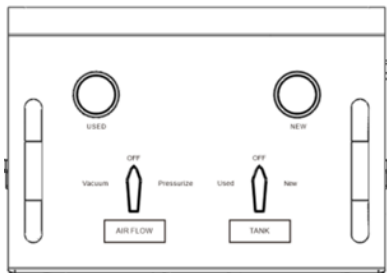
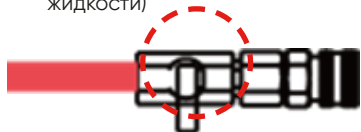

Fig 1.
Fig 2.
1. Исходное положение (рис. 1, рис. 2, все клапаны закрыты)
4. Поверните оба клапана на панели в положение «OFF» (выкл.) (рис. 1) и держите открытым клапан на шланге отработанной жидкости (рис. 7), чтобы поддерживать вакуум в системе охлаждения автомобиля. Для оценки герметичности системы охлаждения следите за показаниями манометра на резервуаре отработанной жидкости.